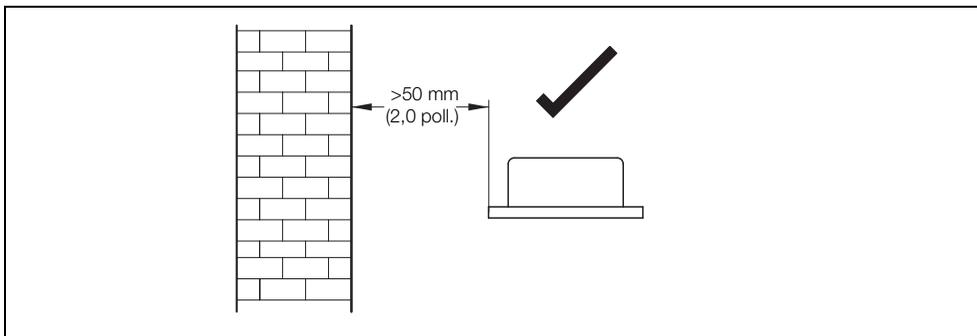

Fig. 2.23 Installazione antenna GSM
- Non montare l'antenna a una distanza inferiore a 50 mm (2 pollici) da una parete o superficie solida – vedere Fig. 2.23.